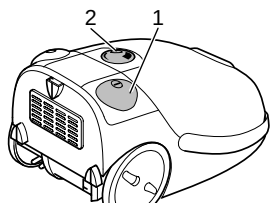

Abb. 8
3. Schalten Sie den Bodenstaubsauger am Ein-/Ausschalter (Abb. 8/1) ein.
4. Stellen Sie die Saugleistung am Saugleistungsregler (Abb. 8/2) ein.